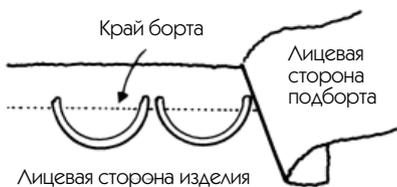

Рис. 293
ВОЗДУШНЫЕ ПЕТЛИ, ЗАКРЕПЛЕННЫЕ ПОД ПОДБОРТОМ (РИС. 293)
1. Разрежьте рулик на отрезки, равные по длине, которую нужно с точностью определить, и расположите лицом к лицу изделия, придавая им желаемый изгиб (рис. 293).